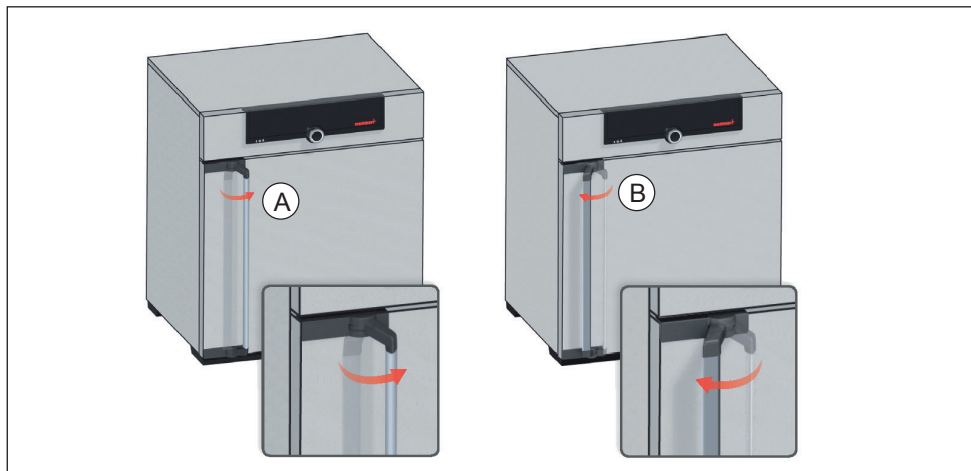

Fig. 14 Apertura y cierre de la puerta
- ▶ Para abrir la puerta, tire de la manilla hacia un lado (izquierda o derecha según el modelo de la puerta; Fig. 14, A).
- ▶ Para cerrar la puerta, empújela hasta el fondo y presione la manilla a un lado (B).